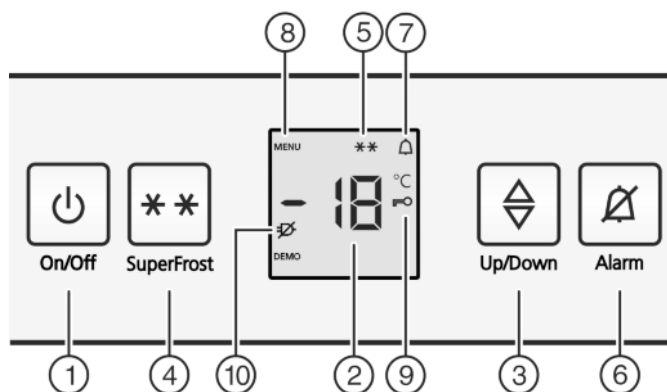

Fig. 2
- ▶ Taste On/Off *Fig. 2 (1)* drücken.
- ▶ Einstellmodus aktivieren: Taste SuperFrost *Fig. 2 (4)* ca. 5 Sekunden drücken.
- ▷ In der Anzeige wird das Symbol Menu *Fig. 2 (8)* angezeigt.
- ▶ Mit der Taste SuperFrost *Fig. 2 (4)* kurz bestätigen.
- ▷ Das Symbol Kindersicherung *Fig. 2 (9)* leuchtet in der Anzeige.
- ▶ Die Taste On/Off *Fig. 2 (1)* kurz drücken.
- ▷ Das Symbol Kindersicherung *Fig. 2 (9)* erlischt.
- ▶ Taste Alarm *Fig. 2 (6)* drücken.
Gleichzeitig blinkt die Temperaturanzeige und das Symbol Alarm *Fig. 2 (7)*.
Der Tonwarner verstummt automatisch, das Symbol Alarm *Fig. 2 (7)* geht aus und die Temperaturanzeige hört auf zu blinken, wenn die Temperatur wieder ausreichend kalt ist.